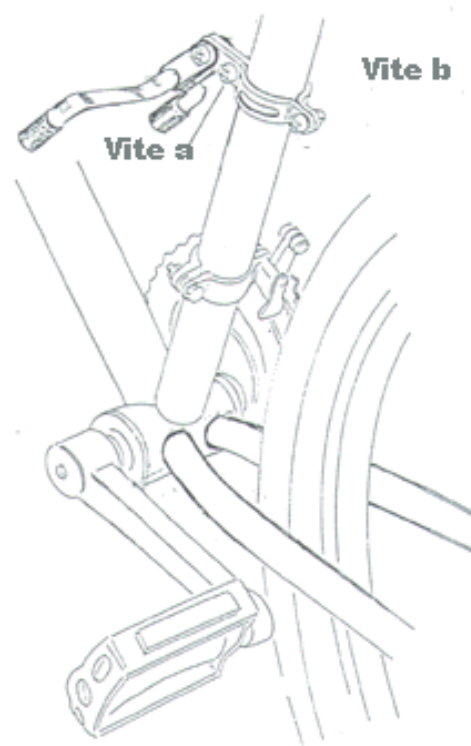

Fig. 17
- a. Approntate il supporto “CLIP” al telaio della vostra bicicletta. Mettete i dadi nelle viti (Prima **A**, poi **B**) ma non stringetele ancora (**Vedi Fig.17**).